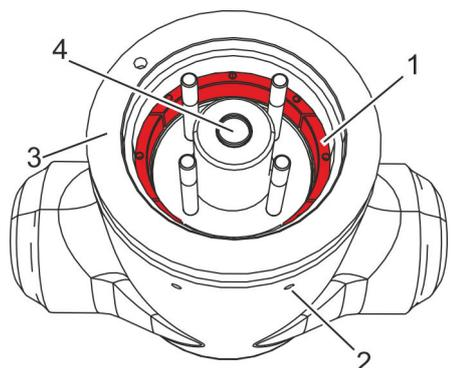

Abb. 18: Segmentring entfernen
4. ➔ Segmente (Abb. 18/1) des Segmentrings durch äußere Ausstoßbohrungen (Abb. 18/2) mit Splintaustreibwerkzeug nach innen schlagen.
5. ➔ Segmente (Abb. 18/1) entnehmen.
Verschlussdeckel mit Dichtring, Stützring und Siebzylinder (Abb. 19/1–4) mit geeignetem Hebezeug nach oben aus dem Gehäuse (Abb. 18/3) entfernen.